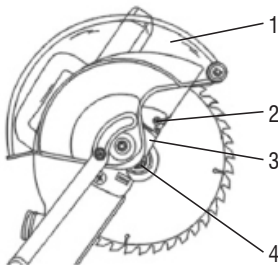

Fig. 10 - Procedimento para trocar a lâmina de serra
- 2 - Abra a proteção retrátil (1) para a posição mais elevada, Fig. 10;
- 3 - Solte o parafuso (2), com auxílio de uma chave de fenda;
- 4 - Rotacione a tampa da capa retrátil (3) até permitir o acesso ao parafuso da lâmina (4);
- 5 - Aperte o botão de trava do eixo (5), Fig. 10, e com a chave que acompanha a máquina solte o parafuso do eixo da serra (4).